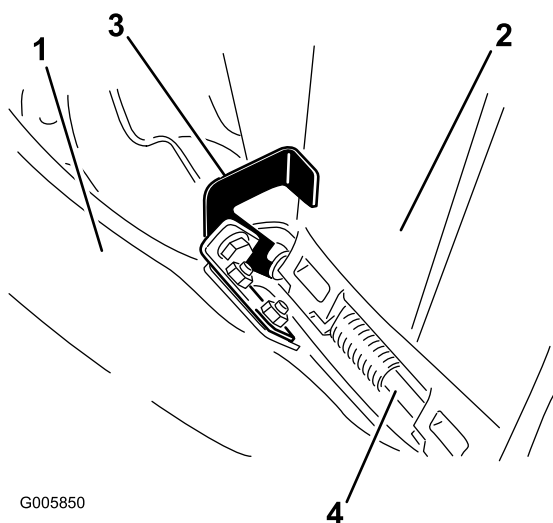

Figura 21
3. Enganche el cierre en forma de gancho del extremo superior del conducto alrededor de la varilla de pivote del deflector, según se muestra en (Figura 21).